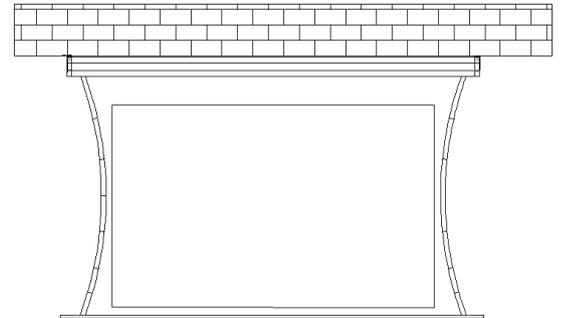

図 6
3. 取り付けしたネジにスクリーンを吊り下げ、同梱されている水準器を使用し水平に設置します(図 6)。